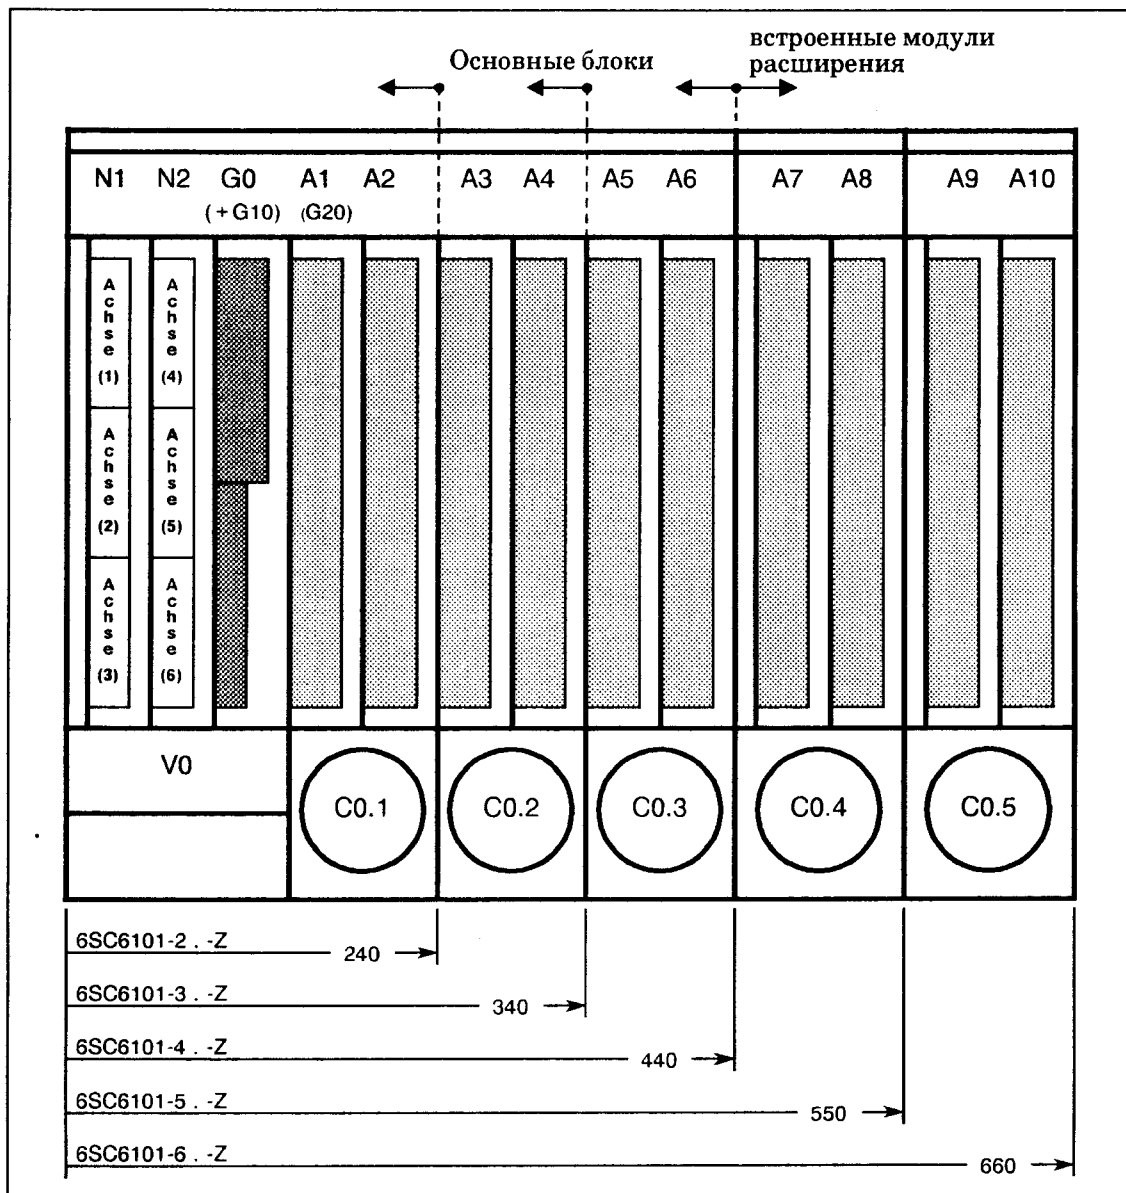

Рис. 3.1 Устройство транзисторно-импульсного преобразователя 6SC61: основные блоки
Регулировки (1) по (6) располагаются с увеличивающейся последовательностью слева направо соответственно местам встройки силовых частей A1 по A6 (или A10, рис. 3.1).